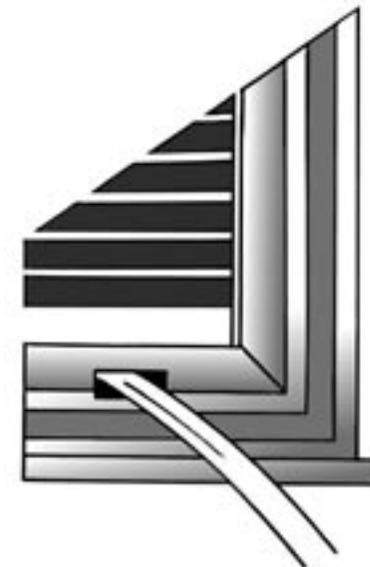

Fig. 8
• Nel caso si vogliano chiudere completamente i battenti della finestra è possibile realizzare una installazione "semifissa" praticando un foro rettangolare (40 mm di larghezza - 25 mm di altezza) nell'infisso (Fig. 8).
• If you wish to close the window completely then you can have a "semi-permanent" installation by making a rectangular hole (40 mm wide and 25 mm high) in the window (Fig. 8).
• Ist ein vollständiger Verschluss der Fensterflügel erwünscht, so kann in der Fensterzarge (Abb. 8) eine rechteckige Öffnung gebohrt werden (40 mm breit - 25 mm hoch), die eine "halbfeste" Installation ermöglicht.
• Si se desean cerrar completamente los batientes de la ventana se puede realizar una instalación "semifija", efectuando un orificio rectangular (40 mm. de ancho - 25 mm. de altura) en el bastidor (Fig. 8)
• Als u de openslaande gedeelten van het raam volledig dicht wilt doen is het mogelijk het apparaat "halfvast" te installeren, door een rechthoekig gat (40 mm breed en 25 mm hoog) in het kozijn te boren (fig. 8).